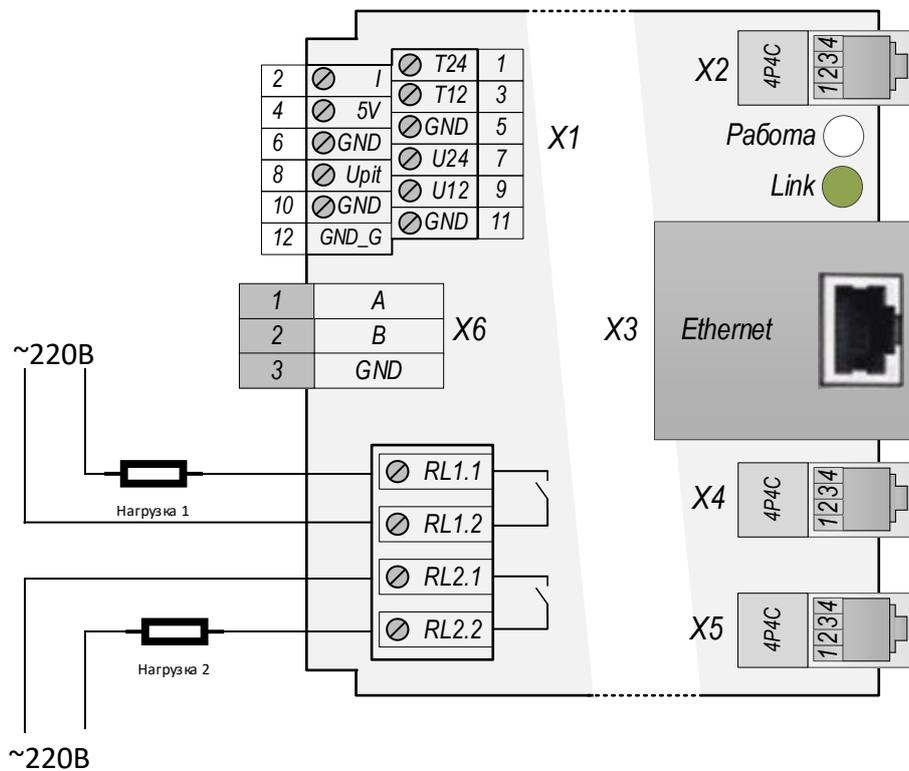

Рис.6.1. Подключение нагрузки на оптореле RLX.X.
6.1. Клеммы RL сконфигурированы как дискретные выходы. У них есть возможность замыкать контакты RL1.1 и RL1.2 или RL2.1 и RL2.2. (см. рисунок 6.1). Замыкать можно как постоянную, так и переменную нагрузку.